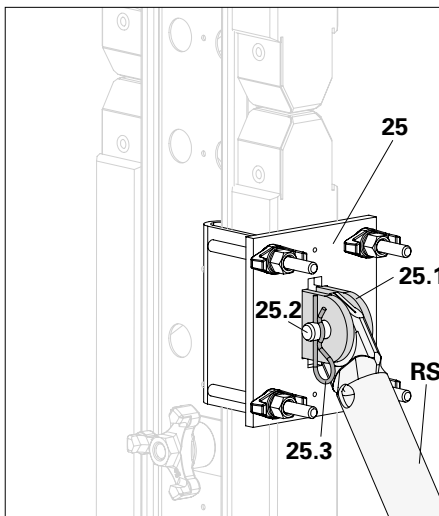

Fig. A6.06
- Connecter la fixation rapide sur poutrelle (**25**) aux aboutages des deux supports de platelage : connecter l'étau tirant-poussant (RS) aux cosses de connexion (**25.1**) à l'aide des boulons (**25.2**) et des goupilles de sécurité (**25.3**). (Fig. A6.06)